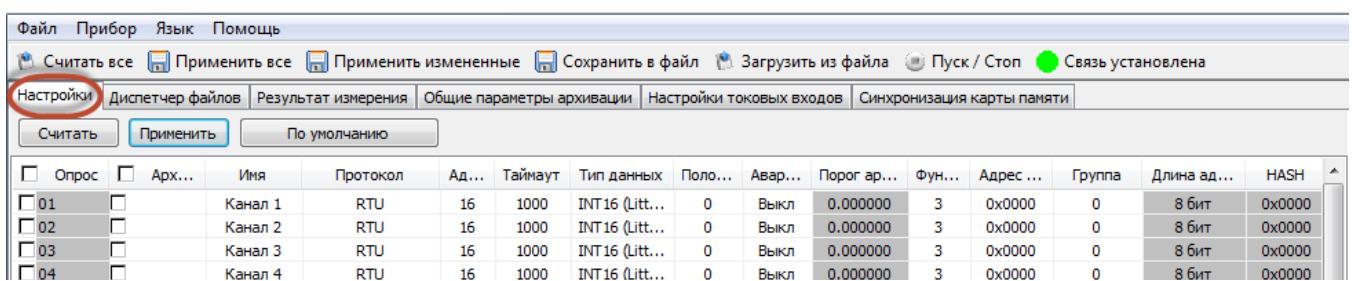

Рисунок 1.11
1.13. Индивидуальные параметры конфигурирования каналов находятся во вкладке «Настройки», смотри рисунок 1.11.